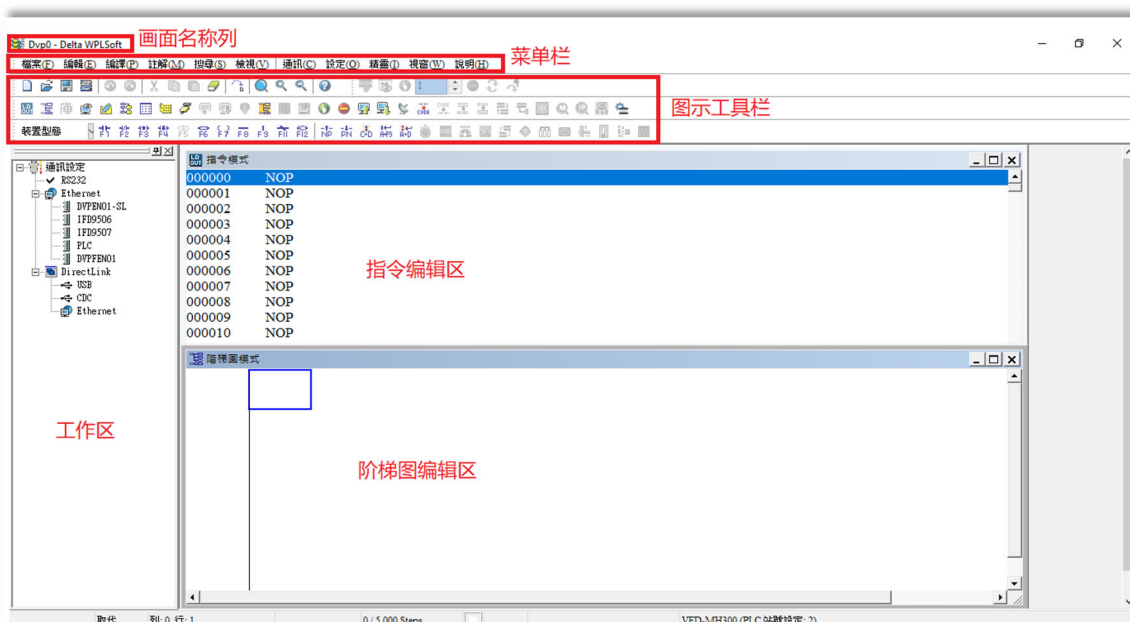

图 16-3
**NOTE** 第二次进入 WPLSoft 则会直接开启最后一次编辑的档案并显示于编辑窗口。WPLSoft 编辑软件窗口说明如下图 16-3 所示：